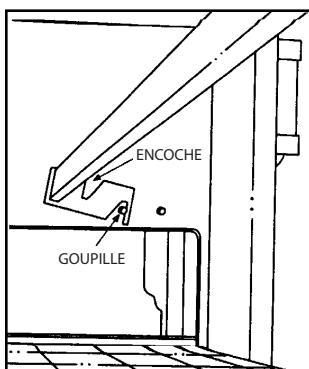

Figure 1
1. Avant d'installer les ferrures de retenue dans le ou les fours, s'assurer d'avoir bien enlevé tout le matériel d'emballage du carénage de plénum. Installer les ferrures de retenue de doigt en les plaçant à l'envers et en accrochant la goupille de retenue comme illustré. **(Voir Figure 1.)**